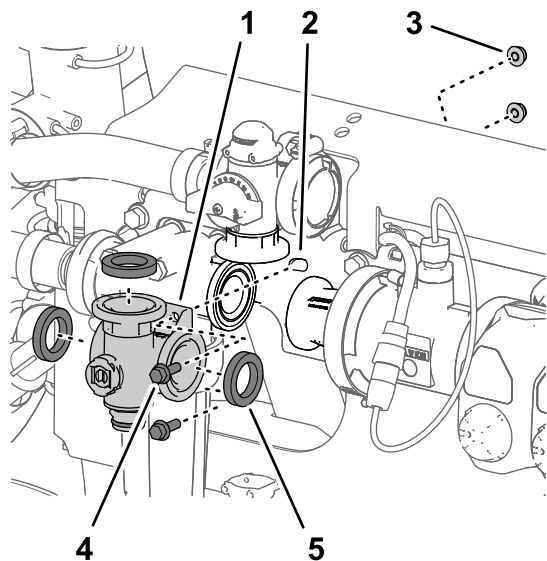
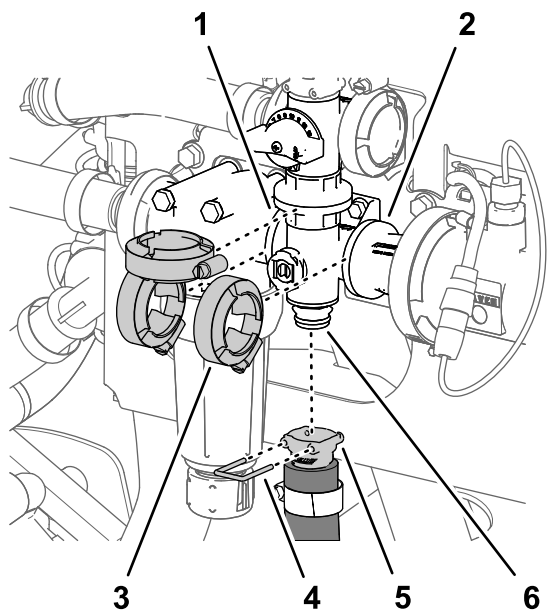

図 118
図 119
- 攪拌バルブマニホルドのフランジ、gasket 3枚、攪拌バイパスバルブのフランジ、圧力フィルタのヘッド、カップリングアダプタを整列させる 図 118と 図 119。
5. フランジクランプ3個を手締めする **図 119**。
6. 攪拌ホースのクイックコネクタカップラを、攪拌バルブマニホルドのクイックコネクタフィッティングに組み付けて、クイックコネクタピンで固定する **図 119**。
2. 攪拌バルブマニホルドを、攪拌バイパスバルブ、圧力フィルタのヘッド、カップリングアダプタに仮止めする **図 119 攪拌マニホルドバルブの取り外し (ページ 72)**で外したフランジクランプ3個を使用する。